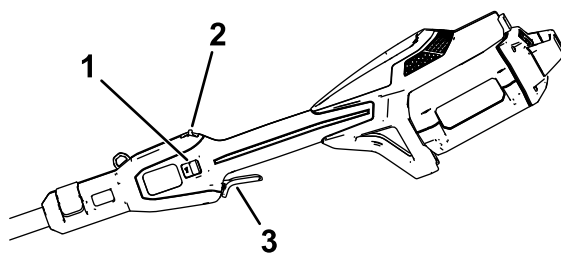

Figura 8
4. Per avviare il decespugliatore, tirate indietro l'interruttore di bloccaggio, poi schiacciate la levetta della velocità variabile (Figura 8).